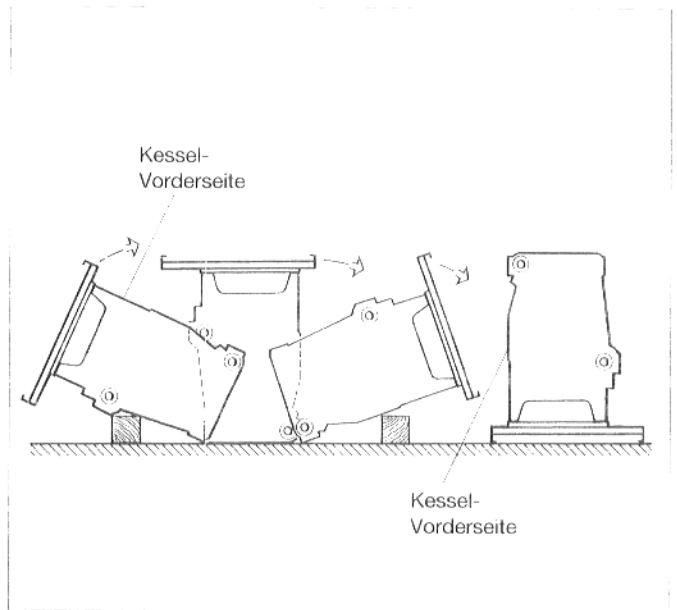

Abb. 13
- Kessel über die Vorderseite kippen und auf Bodenblech aufstellen (Abb. 13).